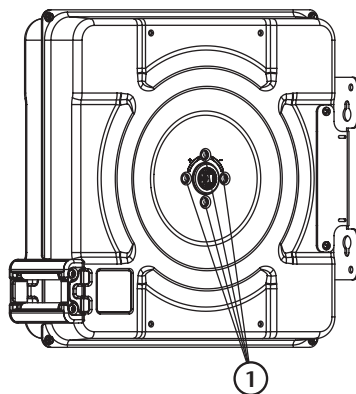

Fig. 6
- Retire los tornillos (1) (fig. 6) que sujetan la fijación resorte, para que ésta quede libre y el resorte no coja tensión aunque se gire el tambor.